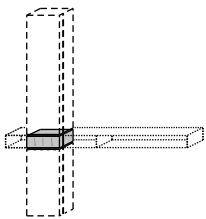

**Abb. 6**
9. Ziehen Sie die 8x25mm Halbrundkopfschraube mit einem Imbusschlüssel nur „Handfest“ an bis die TV-Brücke an der Wand anliegt. Verwenden Sie hierbei keinen Elektroschrauber oder ähnliches. (Abb. 6)
10. Richten Sie zum Schluss die Neigung der Brücke aus. Hierzu drehen Sie die untere Rändelschraube der Montagerückwand bis die Bühne mit leichtem Übermaß nach oben in waage ist. (Abb. 6)